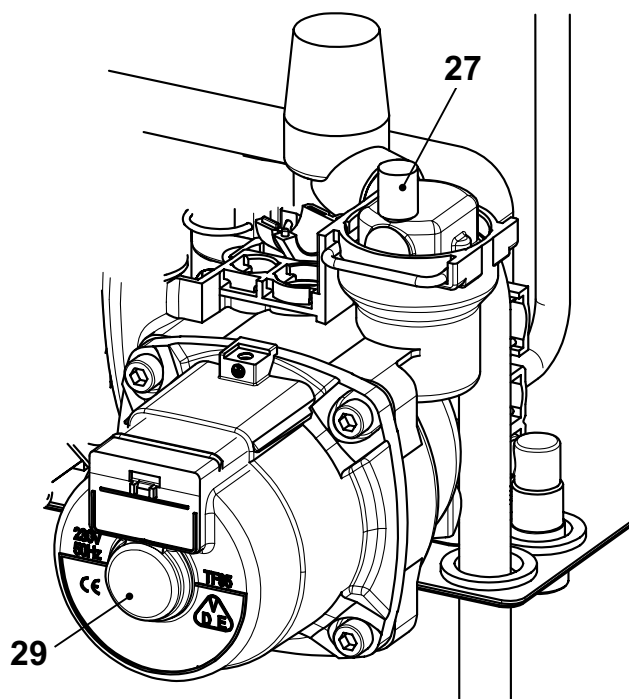

Figura 6.3
- Alzare il tappo della valvola di sfiato automatica 27 in Figura 6.3 .
- Togliere il tappo 29 in Figura 6.3 e sbloccare la pompa ruotando il rotore con un cacciavite.